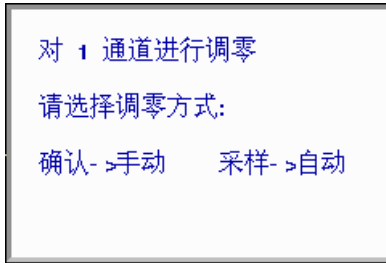
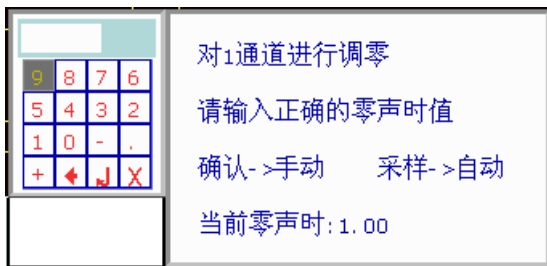

图 3.6 调零菜单
图 3.7 零声时输入界面
- 3) 在测试界面的“静态波形”状态下，按调零键，弹出图 3.6 所示的调零窗口。
- 5) 在图 3.6 所示的界面下，按←键出现数字键盘(如图 3.7
所示), 输入计算出的 $t_0$ 值后, 图 3.7 所示的界面消失。
- 2) 在测试界面的“静态波形”状态下, 按【调零】键, 弹出图 3.6 所示的调零窗口。